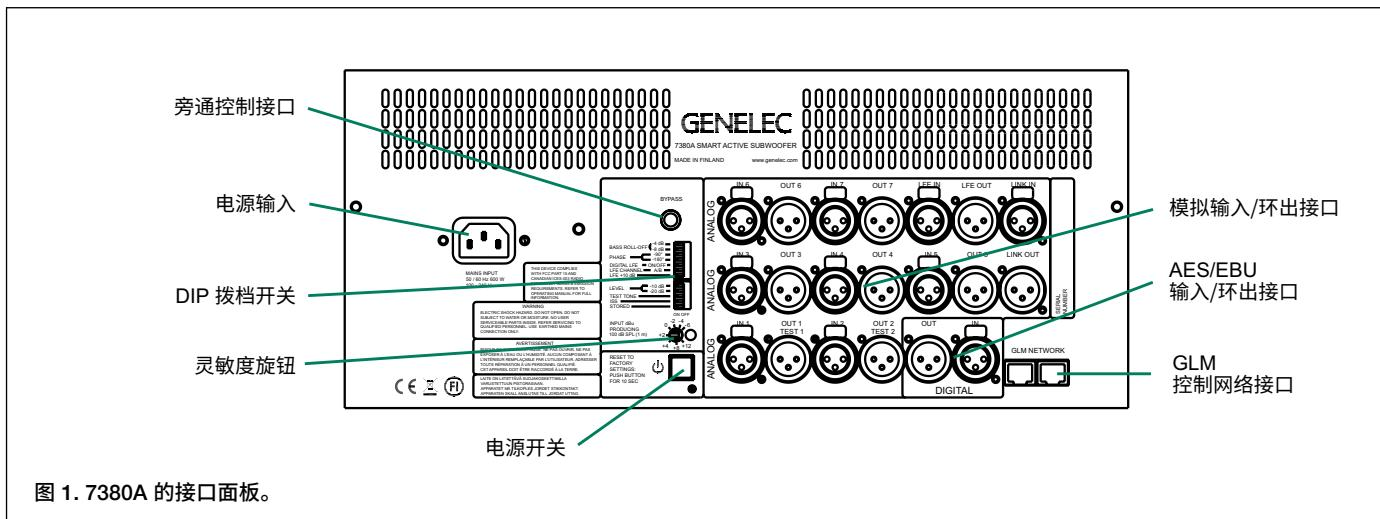

图 1. 7380A 的接口面板。
1. 使用 5 类网线 (RJ45 接头) 将每只音箱（包括超低音箱）串接起来，最终连接至 GLM 适配盒（见图 1）；